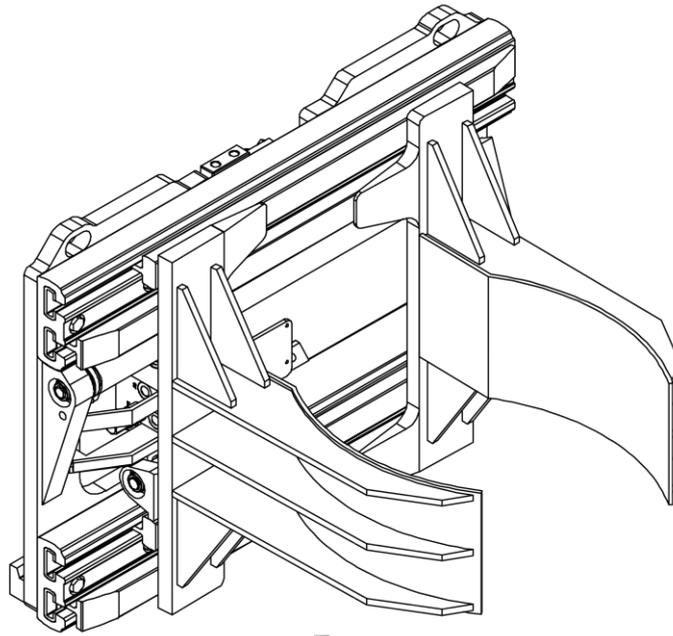
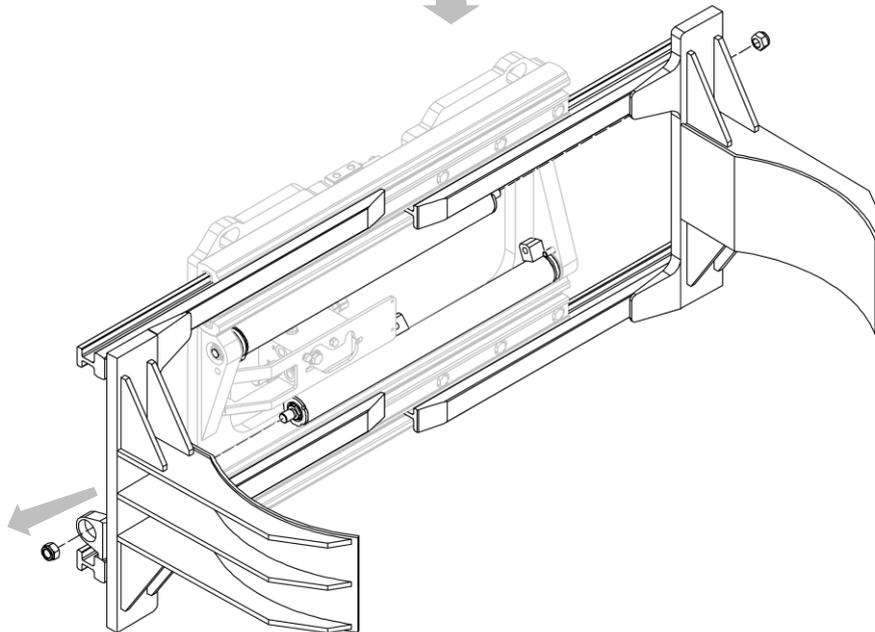

Figura 34
Figura 35
2. Rimuovere le forcelle con le ganasce dopo aver svitato i relativi dadi che le vincolano ai cilindri (vedi *Figura 34* e *Figura 35*).